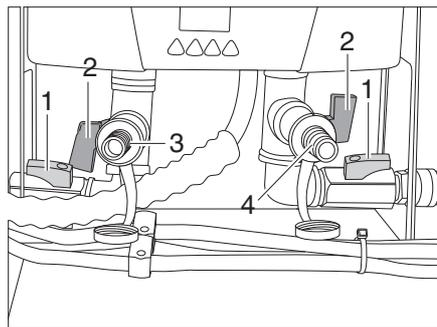

Bild 201 Durchlauferhitzer
- Schwarze Ventile (Bild 201,1) schließen.
- Zusätzlichen Ablassschlauch, welcher ins Freie führt, am linken Anschluss (Bild 201,3) anschließen.
- Am rechten Anschluss (Bild 201,4) des Durchlauferhitzers (Kaltwasserseite) Druckluft anschließen.
- Rote Entleerungsventile (Bild 201,2) öffnen.